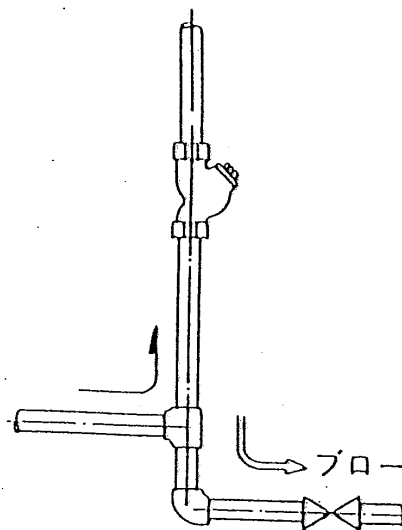

図 3
- (3) 流れ方向が下から上になる配管の場合は、ブローバルブを設けて立上り管の最下部に溜ったスケールを取り除くようにしてください。[7. 配管図例 図 3参照]